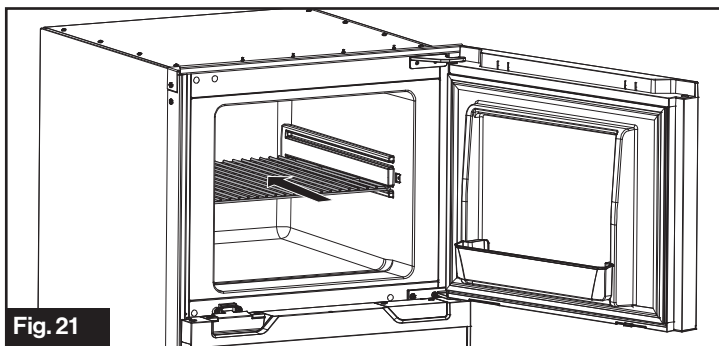

Fig. 21
5. Glissez l'étagère dans une position appropriée, puis fixez-la à l'aide d'une vis. (Fig. 21)